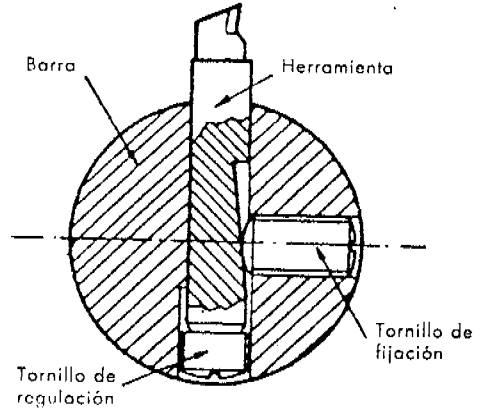

Figura 4
- 1 - De sujeción que permite controlar y regularizar los deslizamientos de la cuchilla ( Figura 4 ).